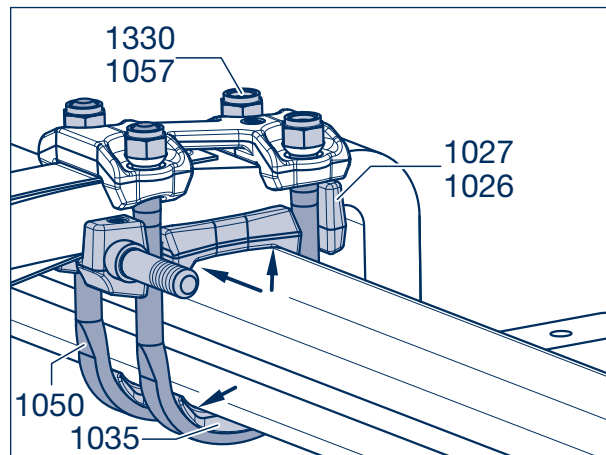

Рисунок 36
- [31] Поочередно затягивать стопорные гайки (1057, размер 32) (1330, размер 36) поочередно для каждой стремянки рессоры (1050)/каждого болта с шестигранной головкой (1053), пока все компоненты не будут равномерно прилегать. (Опорные пластины рессоры (1026, 1027) и плавающие скобы (1035) прилегают у четырехгранных балок оси только на закруглениях к балке оси (рис. 36, стрелки)).